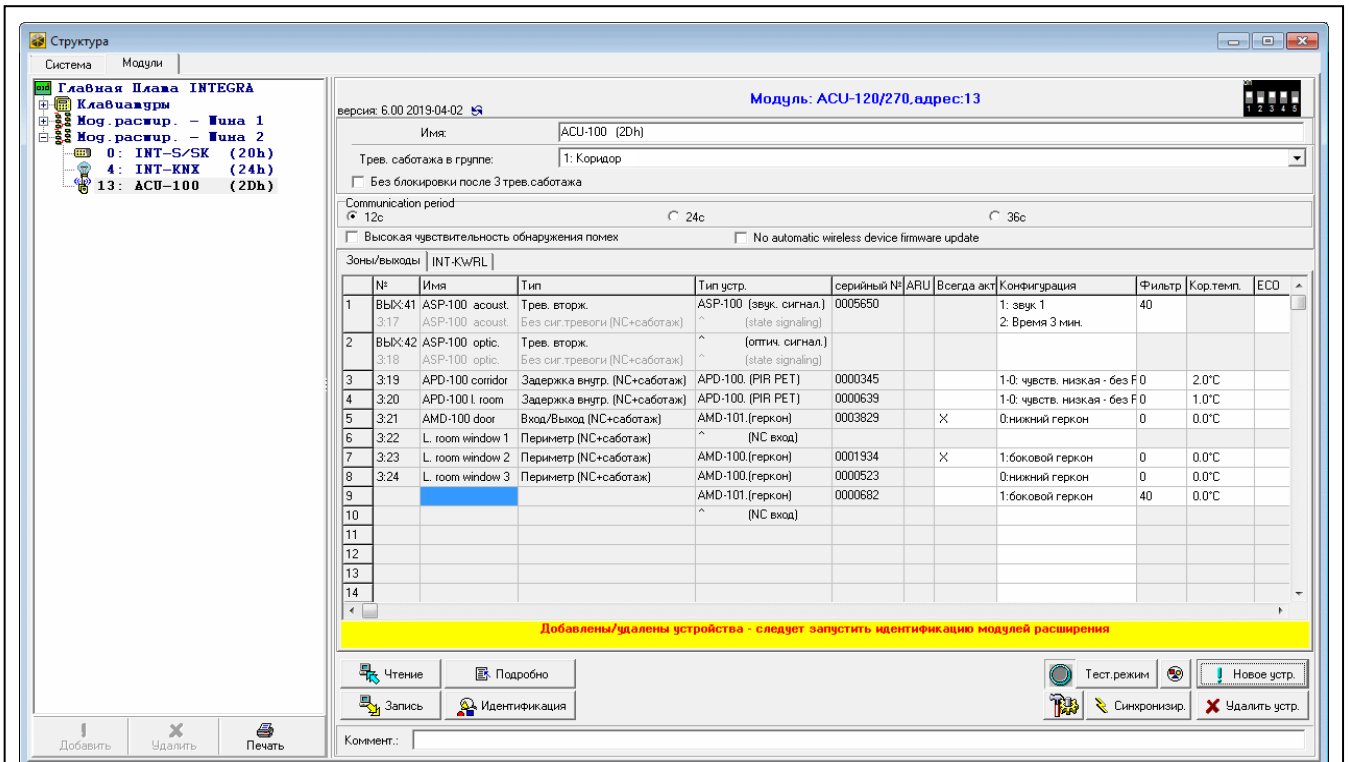

Рис. 9. Программа DLOADX: информация, отображаемая после регистрации нового устройства в контроллере, подключенном к прибору INTEGRA / INTEGRA Plus.
10. Нажмите кнопку "Идентификация" (см. рис. 9). Только по завершении процедуры идентификации модулей расширения, в системе охранной сигнализации будут доступны новые беспроводные зоны / выходы.